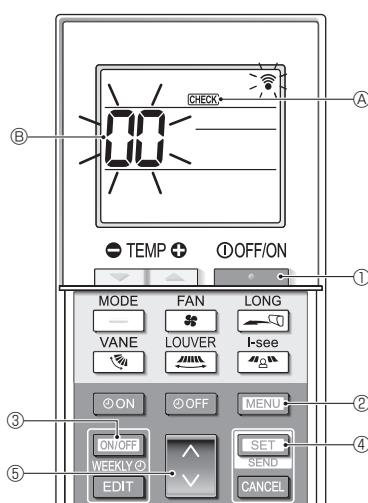

Fig. 7-6
7.3.2. Trådløs fjernkontroll (Fig. 7-6)
- Trykk på **[TEST]**-knappen ① for å stoppe klimaanlegget.
- Hvis uketidsuret er aktivert (**WEEKLY** lyser), trykker du på **[ON/OFF WEEKLY]**-knappen ③ for å deaktivere det (**WEEKLY** slukkes).
- Trykk på **[MENU]**-knappen ② i 5 sekunder.
- CHECK** ② tennes, og enheten går over i selvsjekkmodus.
- Trykk på **[DOWN]**-knappen ⑤ for å velge kjølemiddeladresse (M-NET-adresse) ④ for innendørsenheten du vil foreta selvsjekk for.
- Trykk på **[SET]**-knappen ④.
- Trykk på **[TEST]**-knappen ①.
- CHECK** ② og kjølemiddeladresse (M-NET-adresse) ④ slukkes, og selvsjekken fullføres.